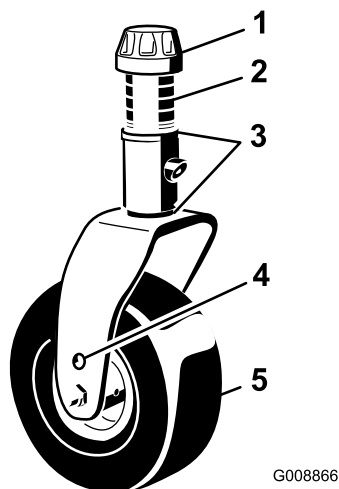

Figura 26
3. Regolate gli spessori (3 mm) sulla forcella (o forcelle) della ruota orientabile, finché l'altezza di taglio non corrisponde al valore riportato sull'adesivo (Figura 26); fate riferimento a Regolazione dell'altezza di taglio \(pagina 27\).